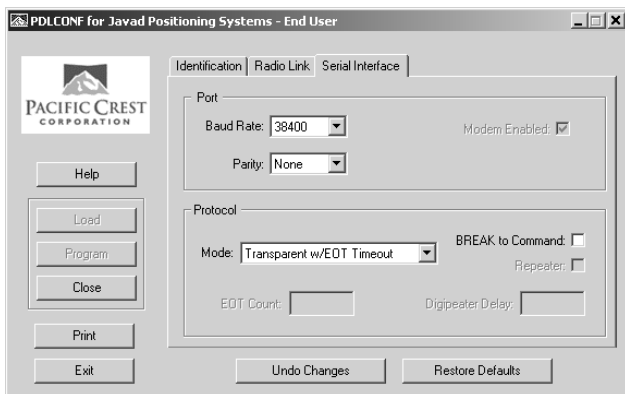

Figura 2-32. Pestaña de la Interfaz Serial PDL
11. Haga clic en la pestaña de la Interfaz Serial y defina los siguientes parámetros (Figura 2-32 en la página 2-40):